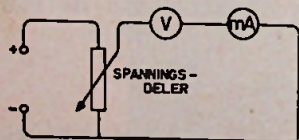

Fig. 6
I. Weerstand van een voltmeter (fig. 6)
De weerstand van een voltmeter kan worden bepaald met behulp van de in fig. 6 gegeven schakeling.